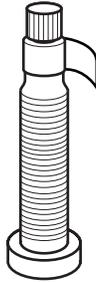

Figure 37. Enroulez quatre couches de ruban de plombier autour.
2. Enveloppez quatre couches minces de ruban téflon de plombier autour de l'extrémité de la valve en recouvrant à la fois les filetages étroits et une petite partie de l'ensemble du corps. Avertissement : Ne recouvrez pas l'ouverture d'air à l'extrémité de la valve (Figure 37).